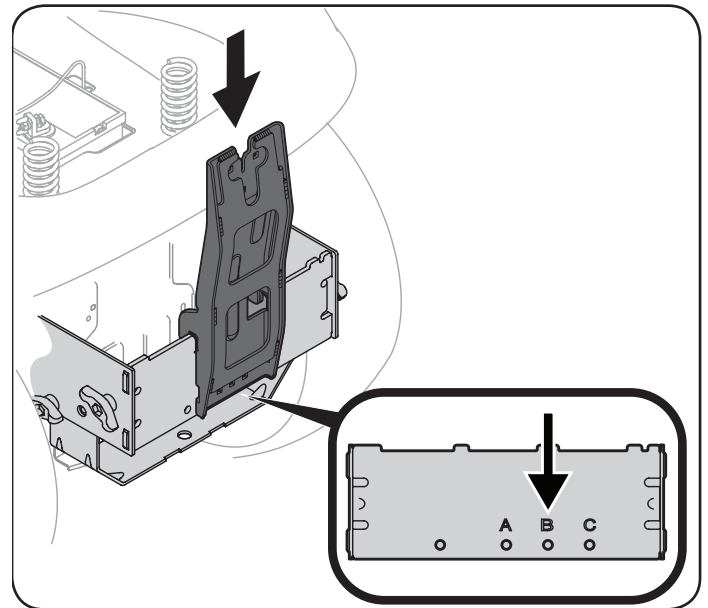

Figura 10
1. Instale la ménsula de soporte vertical en el conjunto de montaje sobre el tractor enganchándola encima del soporte de montaje cruzado. Consulte la Figura 10.
2. Debe alinear la ménsula de soporte vertical con el orificio etiquetado "B". Consulte el recuadro de la Figura 10.